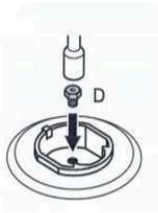

Figure 19.2
- Befestigen Sie den Injektor (D), den Sie umbauen möchten, wie in Abbildung 19.2 gezeigt (siehe Tabelle 1).